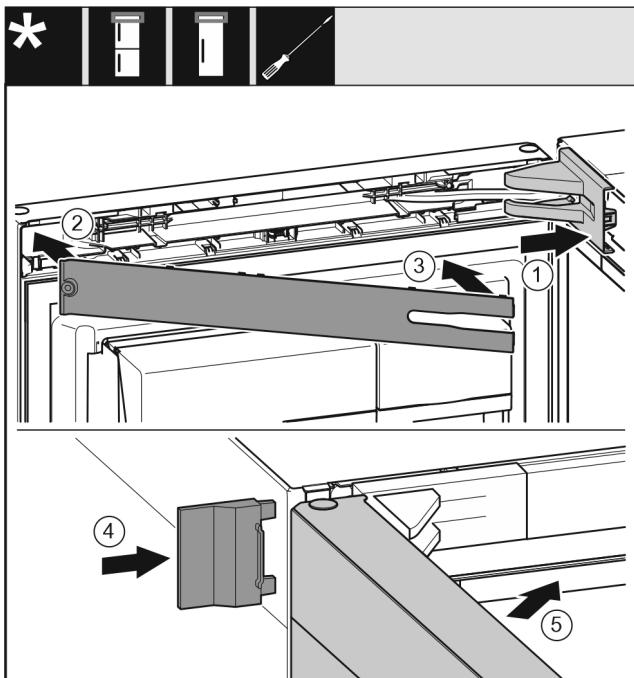

Fig. 51
- Lagerbockabdeckung aufsetzen und einrasten, ggf. vorsichtig auseinanderdrücken. Fig. 51 (1)
► Blende aufsetzen. Fig. 51 (2)
► Blende einschwenken und einrasten. Fig. 51 (3)
► Äußere Abdeckung aufschieben. Fig. 51 (4)
► Obere Tür schließen. Fig. 51 (5)